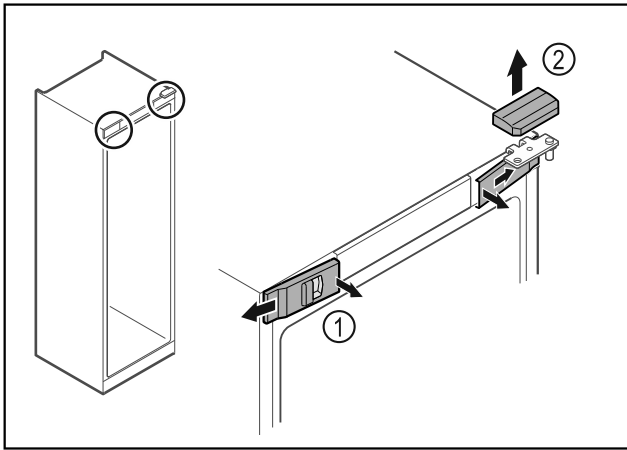

Fig. 18
- ▶ Ξεκουμπώστε εσωτερικά τα μπροστινά καλύμματα Fig. 18 (1) και αφαιρέστε τα προς το πλάι.
- ▶ Αφαιρέστε προς τα επάνω το επάνω κάλυμμα Fig. 18 (2).